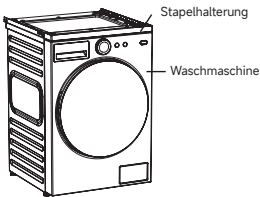

Abbildung 1
1. Platzieren Sie die Stapelhalterung auf der Abdeckplatte der Waschmaschine und richten Sie sie so aus, dass die linke, rechte und vordere Seite mit der oberen Abdeckplatte der Waschmaschine übereinstimmt (Abbildung 1).